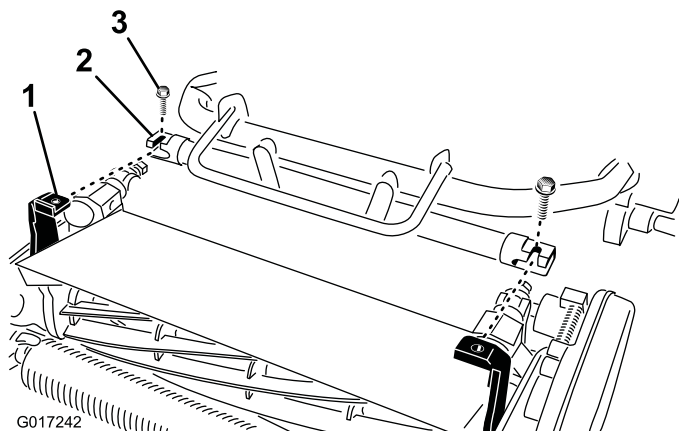

Figura 6
4. Spostate il telaio del trattorino (Figura 6) in avanti fin quando si innesta sui bracci girevoli dell'apparato di taglio.
5. Fissate il telaio del trattorino ai bracci girevoli dell'apparato di taglio con 2 bulloni (3/8 x 3/4 poll.) (Figura 6).
6. Fate scorrere l'accoppiatore telescopico sull'albero esagonale dell'unità di taglio fino a quando l'albero non si arresta. Ciò eviterà spostamenti dell'accoppiatore sull'albero esagonale (Figura 6).